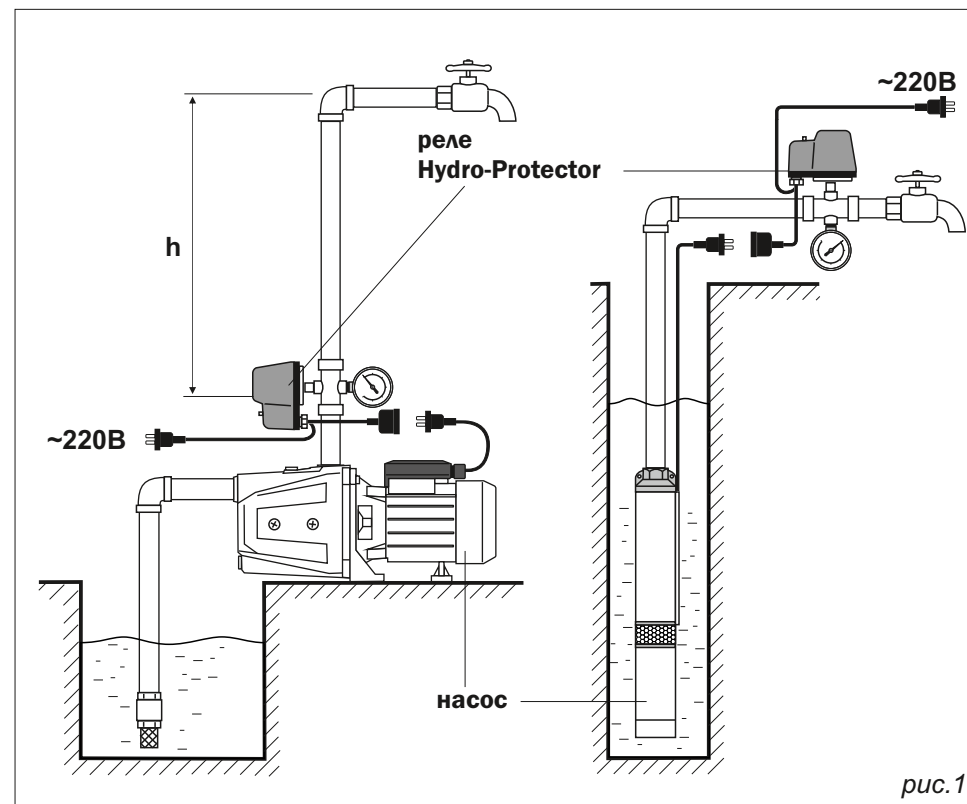

рис.1
**При установке и регулировке реле необходимо учитывать, что давление водяного столба  $h$  (см. рис. 1), оказываемое на реле не должно быть больше, чем давление отключения, на которое реле было предварительно настроено. Для расчета принимать  $1 \text{ м. вод. столба} = 0,1 \text{ атм.}$**
## МОНТАЖ (рис.1)
Как было сказано выше, реле устанавливается в напорной магистрали (рис.1). Место установки можно выбрать произвольно, исходя из удобства монтажа, с возможностью доступа к реле для регулировки.